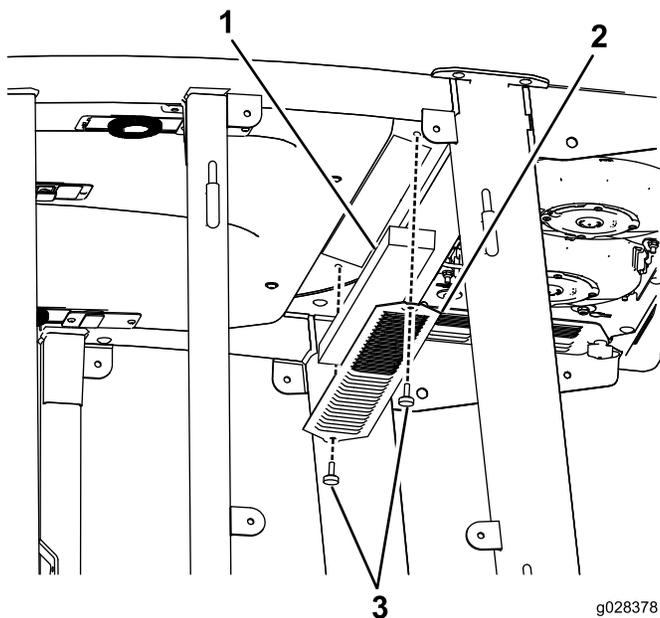

Figura 88
3. Retire o teto da cabina removendo os 22 parafusos que prendem o teto (Figura 88).
4. Retire os filtros (Figura 88).
5. Retire e limpe a serpentina do ar condicionado (Figura 88).